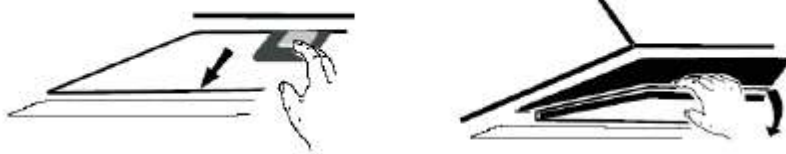

Abb. 8
– den Fettfilter durch gedrücken des Verschlusses heraus nehmen (wenn nötig vorher nochmal reinigen) siehe Abb. 8.